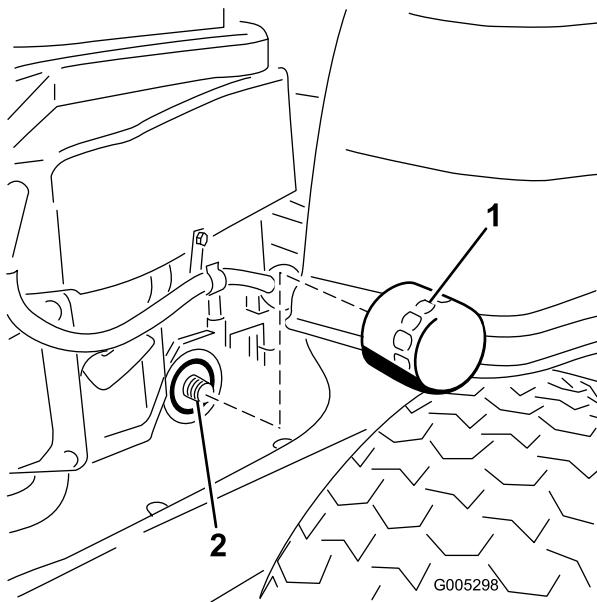

Figura 28
10. Localice el filtro de aceite situado en el lado derecho del motor. Retire el filtro usado y límpie con un paño limpio el adaptador del filtro (Figura 28).
12. Instale el filtro de aceite nuevo en el adaptador. Gire el filtro de aceite en el sentido de las agujas del reloj hasta que la junta de goma entre en contacto con el adaptador, luego apriete el filtro de $\frac{3}{4}$ a una vuelta más (Figura 28). Limpie cualquier exceso de aceite del bastidor.